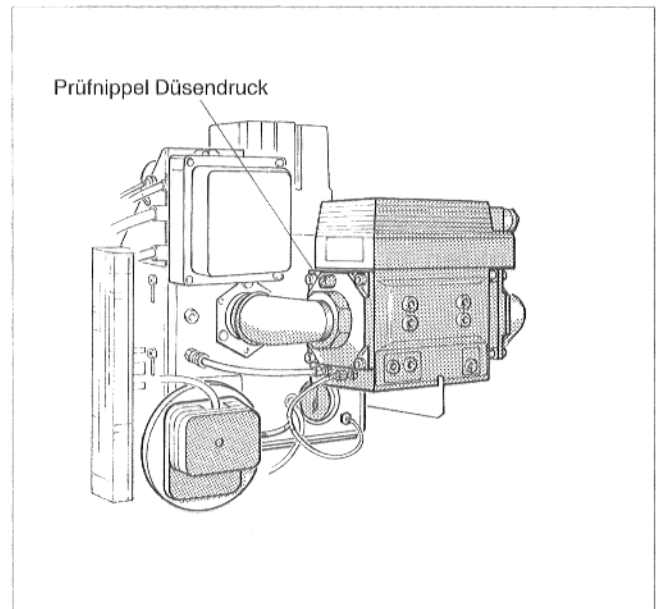

Abb.11: Brennergröße 65–110 kW
- Schraube im Prüfnippel für Düsendruck ca. eine Umdrehung herausdrehen (s. Abb.11 bzw. 11a).